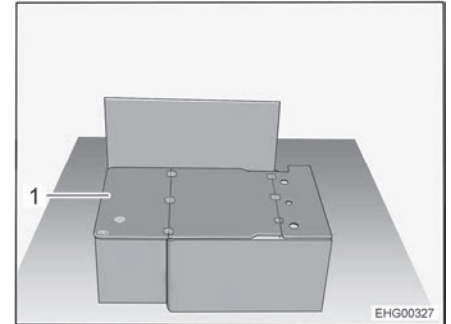

Bild 39 Längsgående sittbänk utan dynor
- Fäll upp brädan (Bild 39,1) 180° och placera på sittbänkslocket.